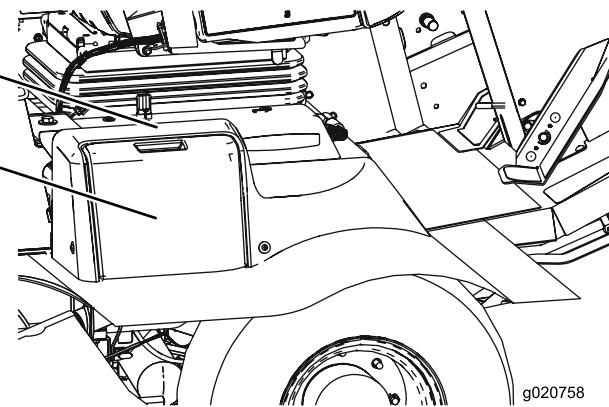

Рисунок 52
- Откройте крышку аккумуляторной батареи сбоку на кожухе (Рисунок 52).
Примечание: Нажмите на плоскую поверхность над крышкой аккумуляторной батареи, чтобы облегчить снятие крышки (Рисунок 52).